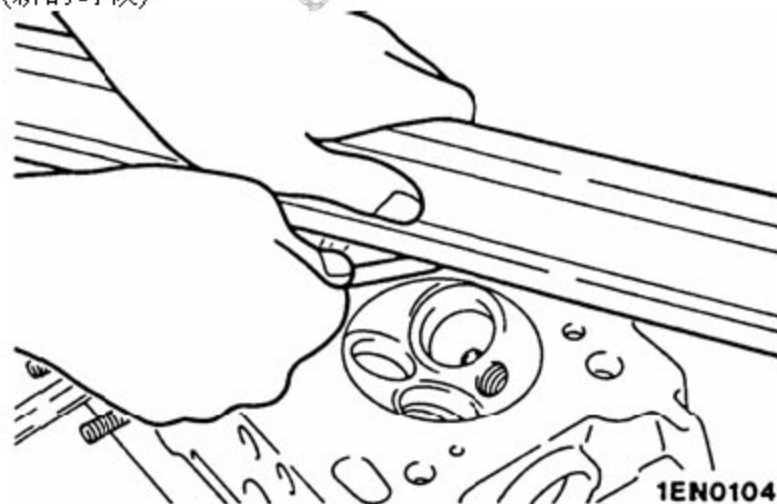

图 4-7
C). 用直尺和测隙规检查气缸盖垫片表面是否变形。如果变形超过规定的极限值按规格磨削垫片表面(见图 4-7)。